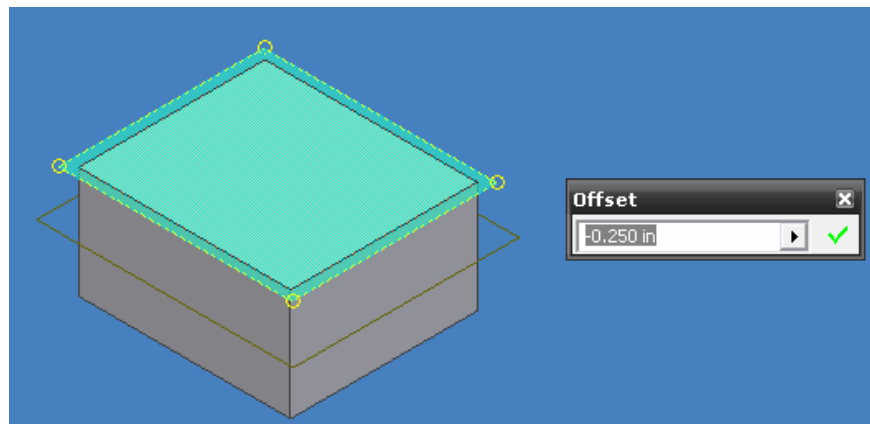

Figura 3.40 Ventana grafica OFFSET.
- Mueva el plano de trabajo en dirección paralela a la cara del sólido al cual fue creado y un recuadro surgirá indicando el OFFSET, figura 3.40.